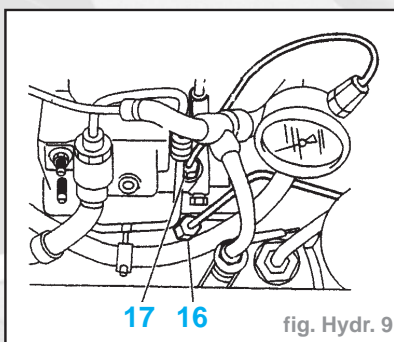

fig. Hydr. 9
- Désaccoupler le tube (16) d'alimentation générale du conjoncteur/disjoncteur.
- Accoupler le manomètre de 0 à 250 bar au conjoncteur/disjoncteur, par un tube (17) (fig. Hydr. 9).
termédiaire d'un raccord double (fig. Hydr. 9).